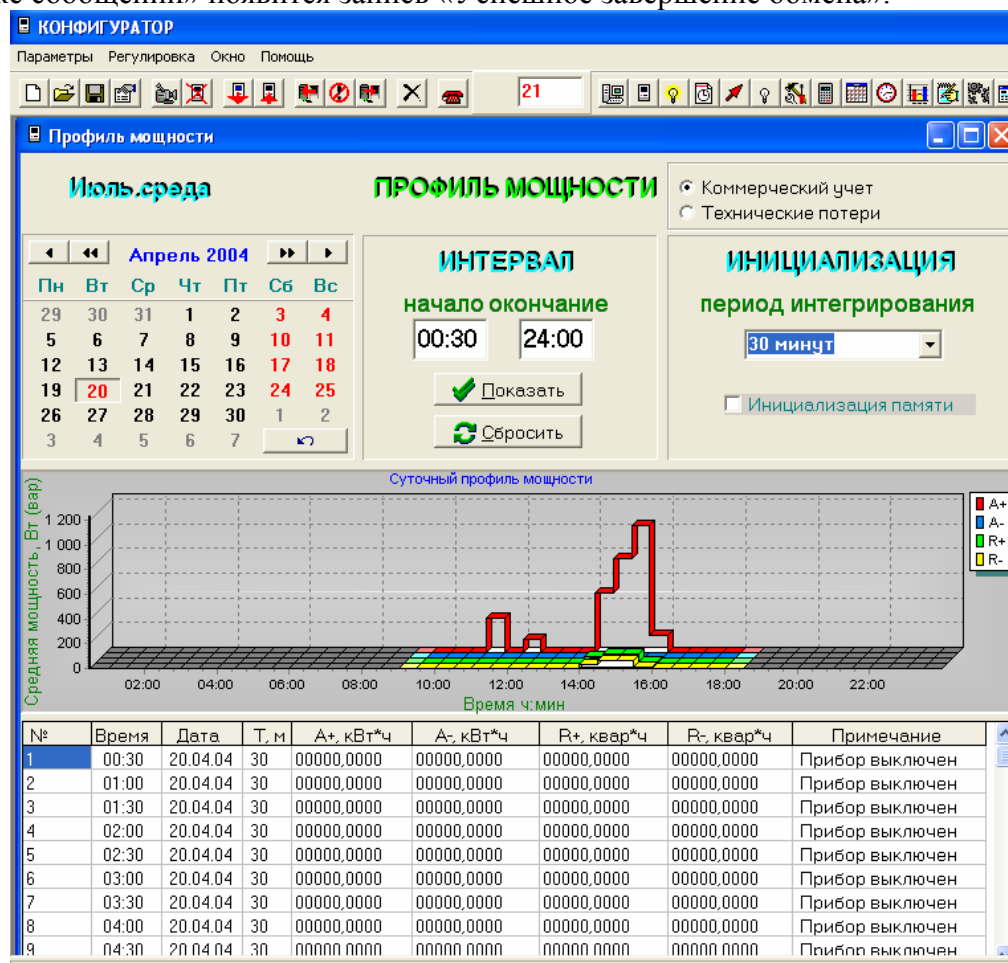

Рис.28
- нажать кнопку «Показать». При этом на экране монитора, в случае успешного обмена, в окне «**Профиль мощности**» отобразятся данные счетчика: месяц и день недели, график суточного профиля мощности, таблица значений соответствующего графика. (Рис.28);